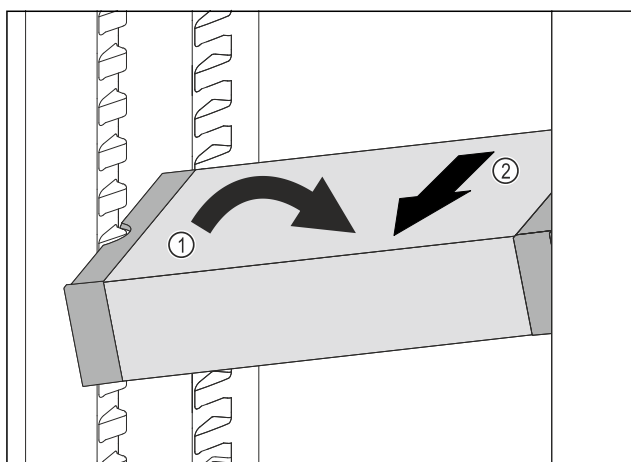

Fig. 114
- ▶ Расположите VarioSafe в холодильном отделении под наклоном. Fig. 114 (1)
- ▶ Извлеките VarioSafe движением вперед. Fig. 114 (2)